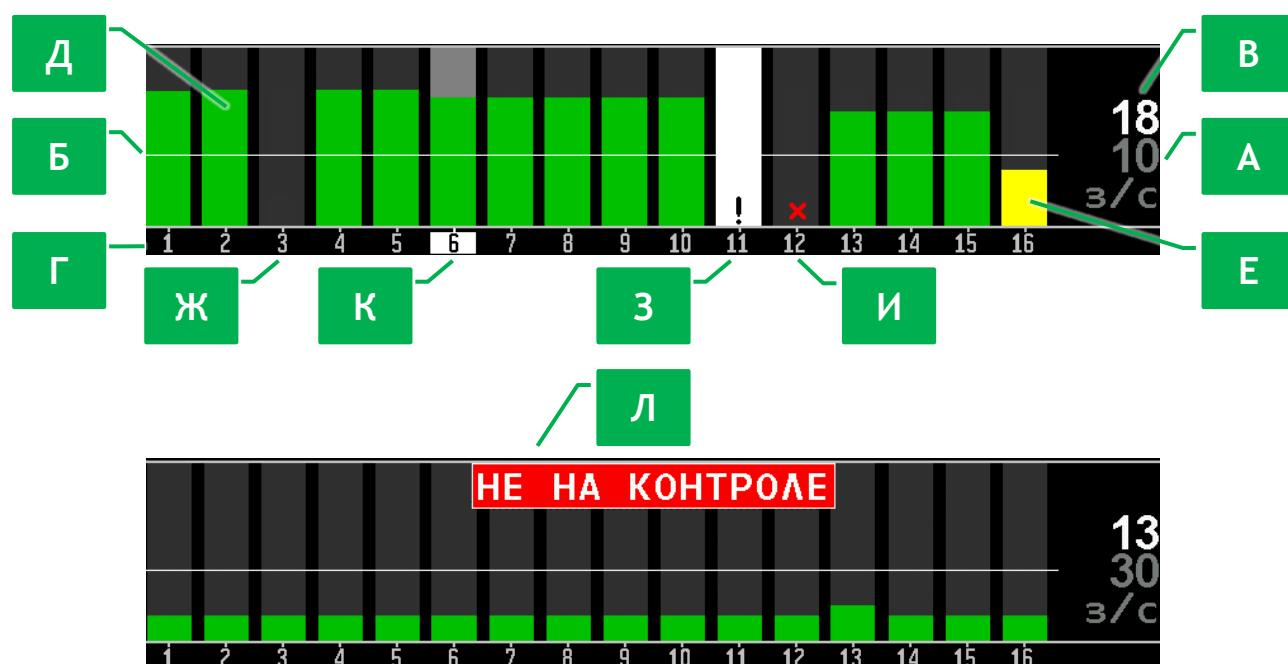

Рисунок 12 Диаграмма контроля высеива в режиме контроля «Поток»
Для режима контроля «Поток» диаграмма состоит из следующих элементов (см. Рисунок 12):
- Зеленым цветом (см. Рисунок 12, п.[Д]), если поток семян больше заданного уровня (нормальное состояние).
- Желтым цветом (см. Рисунок 12, п.[Е]), если поток семян меньше заданного уровня (аварийное состояние).
1. Норма интенсивности высева задается оператором с точностью $\pm 1\text{з}/\text{м}$ (см. Рисунок 12, п.[А]).
2. Над и под уровнем заданной нормы высева (см. Рисунок 12, п.[Б]) могут отображаться границы допустимого отклонения интенсивности высева.
- [8] Путь, пройденный сеялкой в процессе высева без контроля аварий. Регистрируется, если норма высева задана неверно или преднамеренно завышена оператором для того, чтобы система не сигнализировала об авариях (см. Рисунок 12 п.[Л] стр.22).